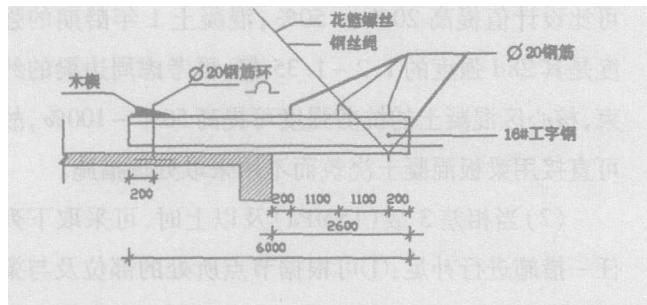

图2
3.2 型钢与建筑物拉接:每跨用两根Φ17.5mm钢丝绳将工字钢与建筑物拉结,型钢底部加焊接点。钢丝绳穿过柱上预留孔洞,用卡环及花篮螺丝将16#工字钢与建筑物拉接,如图2: